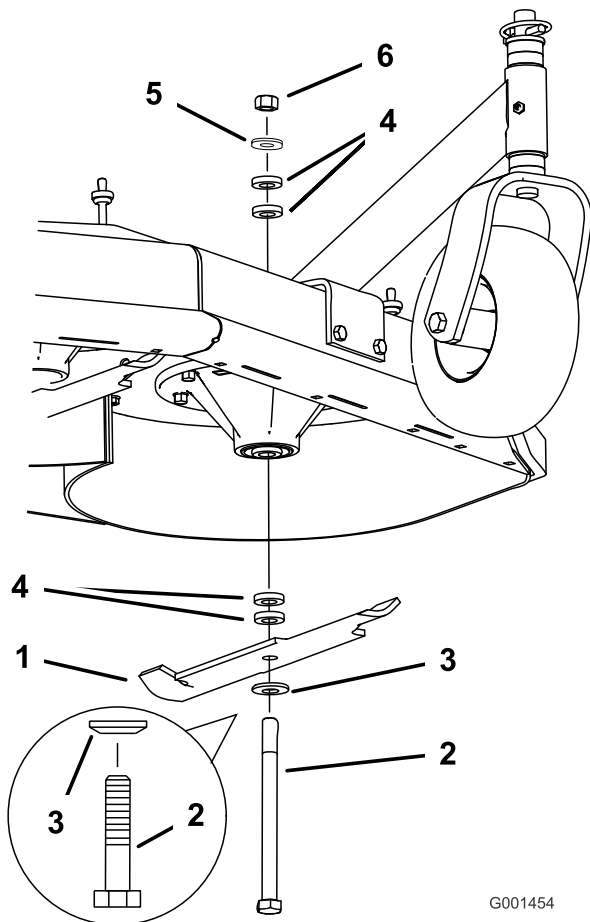

Figura 12
3. Sujete el perno de la cuchilla y retire la tuerca (Figura 12).
4. Deslice el perno por el eje, y cambie los espaciadores según sea necesario (Figura 12).
5. Instale el perno y la arandela curva, añada los espaciadores adicionales que sean necesarios, y sujételos con una arandela fina y una tuerca (Figura 12).